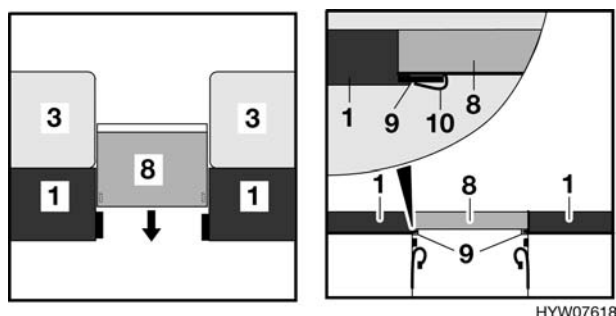

Fig. 38 Durante la trasformazione
- Ribaltare completamente gli schienali (Fig. 38,1).
- Spingere il cuscino aggiuntivo (Fig. 38,8) tra gli schienali ribaltati dalla parte posteriore. Nel fare questo, spingere i supporti (Fig. 38,10) sulle guide (Fig. 38,9) a livello degli schienali.